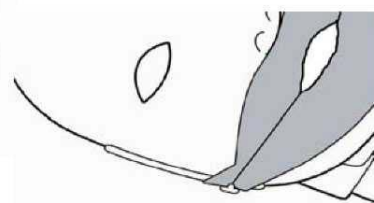

Figure 9
10. Fixez les languettes du protecteur facial sur les « boutons » situés sur les côtés de la tête du mannequin (Figure 9).